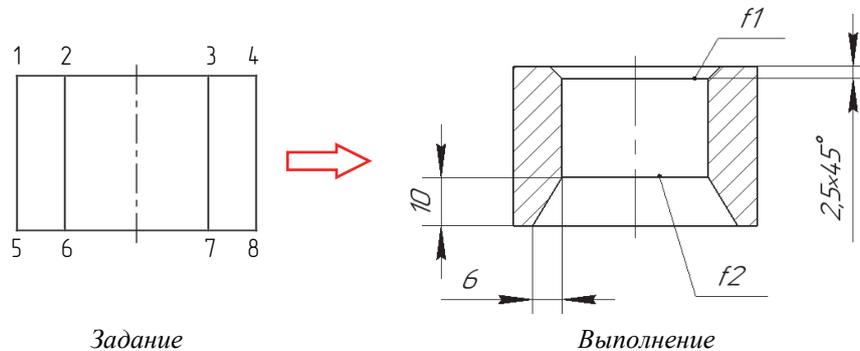

Рис. 1.23
На чертеже детали построить фаски f_1 и f_2 по размерам, указанным на рис. 1.23. Упражнение выполняется в следующей последовательности.
8. Заштриховать две области слева и справа, как показано на рис. 1.23.